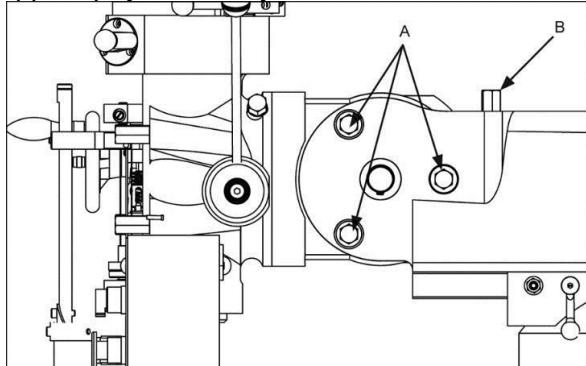

Рисунок 17
a. Ослабьте три зажимных болта переходника консоли (A, Рис. 17). Достаточно ослабить болты на пол-оборота, чтобы фрезерную головку можно было наклонять.